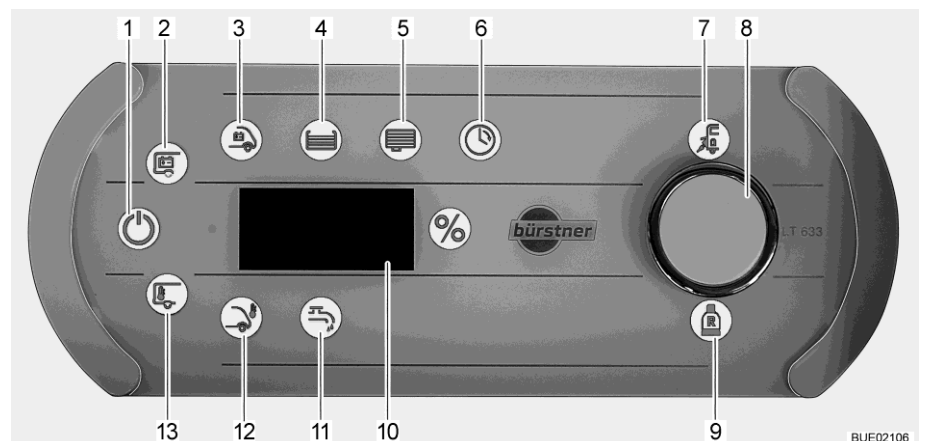

Fig. 185 Pannello di controllo LT 633
Il simbolo controllo di rete (Fig. 185,7) è acceso quando il veicolo è alimentato con tensione di rete a 230 V. Le batterie vengono caricate.
- Premere brevemente il pulsante a rotazione (Fig. 185,8). Il simbolo 12 V ON (Fig. 185,1) si accende. Se i simboli 12 V ON e batteria dell'abitacolo (Fig. 185,2) lampeggiano tre volte, l'alimentazione di tensione è disattivata.
- Premere il pulsante a rotazione (Fig. 185,8) e tenerlo premuto per ca. 5 secondi. Il simbolo batteria dell'abitacolo (Fig. 185,2) lampeggia e sull'indicatore (Fig. 185,10) viene visualizzato "On".
- Rilasciare il pulsante a rotazione. Il simbolo 12 V ON (Fig. 185,1) si accende. L'alimentazione di tensione è inserita.
- Ruotare il pulsante a rotazione, finché non si accende il simbolo pompa dell'acqua (Fig. 185,11). Sull'indicatore compare lo stato di commutazione attuale ("On" oppure "OFF").
Se la pompa dell'acqua è inserita, si accende il simbolo pompa dell'acqua (Fig. 185,11).
- Ruotare il pulsante a rotazione, finché non si accende il simbolo batteria dell'abitacolo (Fig. 185,2). La tensione della batteria dell'abitacolo viene visualizzata sull'indicatore per ca. 20 secondi (p. es. "13,8U" per 13,8 Volt).
- Ruotare il pulsante a rotazione, finché non si accende il simbolo batteria di avviamento (Fig. 185,3). La tensione della batteria di avviamento viene visualizzata sull'indicatore per ca. 20 secondi.
- Ruotare il pulsante a rotazione, finché non si accende il simbolo serbatoio dell'acqua (Fig. 185,4). Si accende il simbolo "%". Il livello del serbatoio dell'acqua viene visualizzato sull'indicatore per ca. 20 secondi.
- Ruotare il pulsante a rotazione, finché non si accende il simbolo serbatoio delle acque grigie (Fig. 185,5). Si accende il simbolo "%". Il livello del serbatoio delle acque grigie viene visualizzato sull'indicatore per ca. 20 secondi.
Riserva gas Il simbolo bombola del gas di riserva (Fig. 185,9) è acceso quando viene utilizzata la bombola del gas di riserva.
- Ruotare il pulsante a rotazione, finché non si accende il simbolo temperatura interna (Fig. 185,13) o temperatura esterna (Fig. 185,12). Sull'indicatore viene indicata la temperatura selezionata.
- Ruotare il pulsante a rotazione, finché non si accende il simbolo orologio (Fig. 185,6).